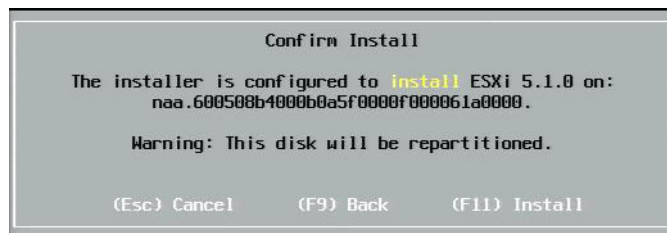

Ilustración 13-30. Confirmar instalación de ESXi
7. En la ventana Confirm Install (Confirmar instalación) (Ilustración 13-30), presione la tecla F11 para confirmar la instalación y la repartición.